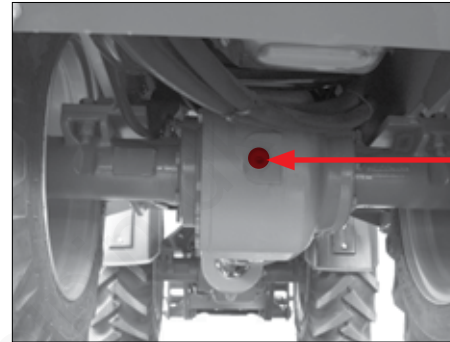

Fig. 119
4. Skru den indvendige sekskantskrue pos. a (Fig. 119) ud.
7. Skru den indvendige sekskantskrue pos. a (Fig. 119) i igen.
5. Skru de indvendige sekskantskrue pos. a ud (Fig. 119), så olien hurtigere løber ud!
2. Fyld ny drevolie i akse gennem åbningen pos. a (Fig. 119).
4. Skru den indvendige sekskantskrue pos. a (Fig. 119) på differentialehuset i igen.